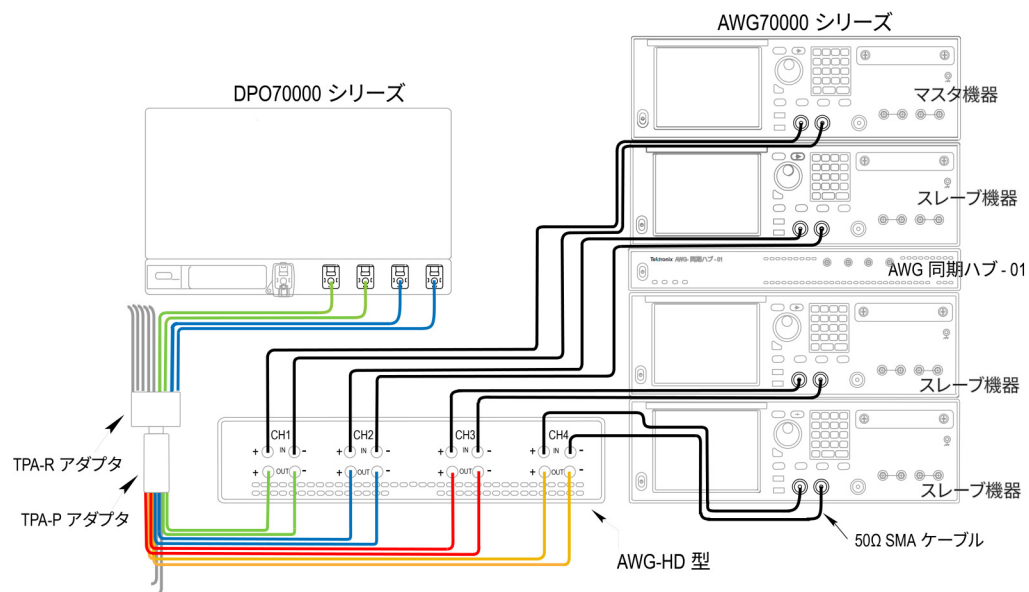

図 9: 校正セットアップ
3. 使用目的に合わせて、AWG-HD型、DPO70000シリーズ、必要なアダプタおよびその他の機器を接続します。(図 9 参照)。および(図 10 参照)。